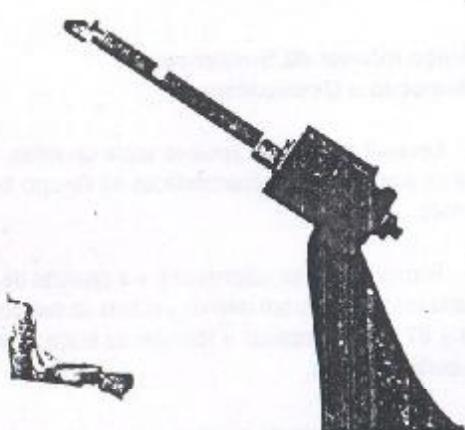

Figura 4.07.3 - Remoção das buchas do braço inferior
5. Caso haja necessidade, remover as buchas do braço inferior da suspensão, utilizando-se da ferramenta G.4.07.02A (Figura 4.07.3).